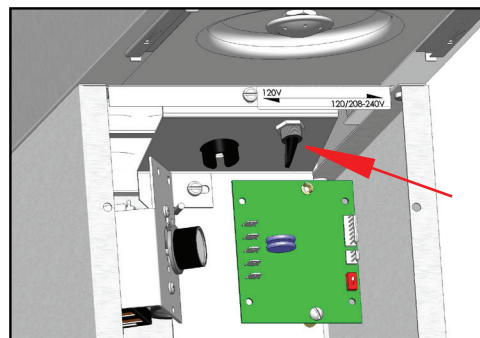

FIG. 5-1 Posición del selector de voltaje dual
4. Retire el panel frontal que está debajo del disco rociador. (En los modelos de voltaje dual, coloque el interruptor conmutadora en la posición correspondiente al voltaje que se usa. FIG 5-1).